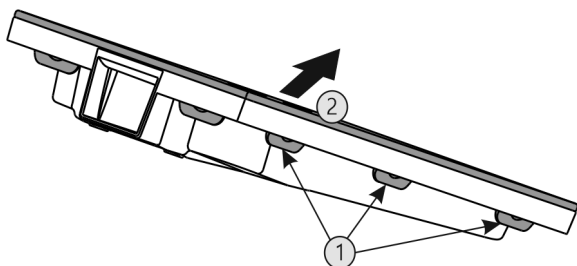

Fig. 30
- ▶ Alle lippen Fig. 30 (1) achtereenvolgens indrukken en de afdekking Fig. 30 (2) verwijderen.